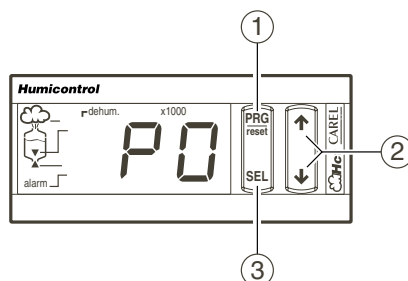

Fig. 7.2.1
- appuyer sur la touche PRG pendant environ 5 secondes jusqu'à l'apparition du sigle P0, qui distingue le premier paramètre (voir Fig. 7.2.1);
- drücken Sie die Taste PRG für ca. 5 Sekunden lang, bis das Zeichen P0 erscheint, das den ersten Parameter kennzeichnet (siehe Abbildung 7.2.1);